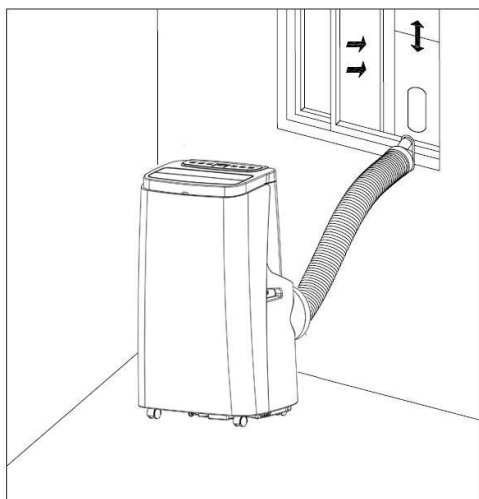
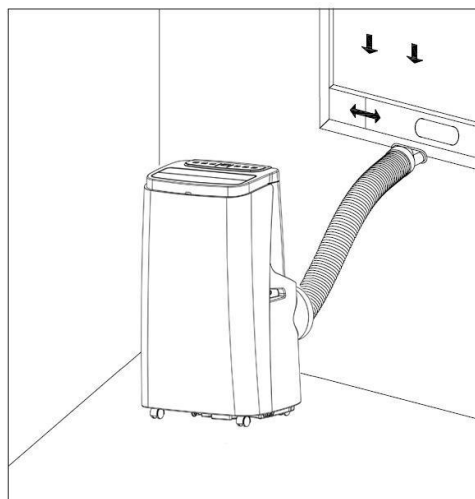

Figure 5
Figure 6
2. Allongement de la tuyauterie de chaleur et d'ajustement l'extrémité niveau des unions de la tuyauterie de chaleur dans le trou elliptique de l'assemblage de la plaque de scellement de la fenêtre (comme le montre la figure 5 et figure 6).